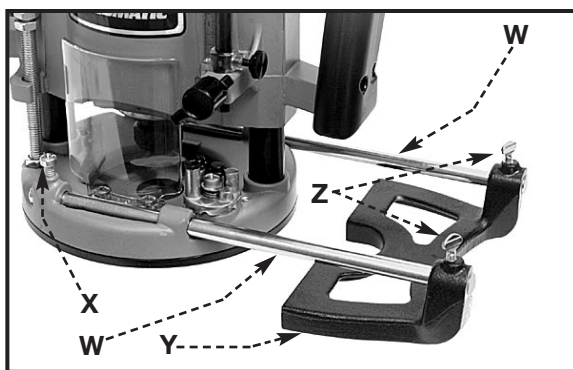

Fig. 14
Pour assembler, insérez l'extrémité rainurée des tiges de guidage (W), Fig. 14, dans les trous pratiqués dans la base et fixez à l'aide de deux vis (X). (REMARQUE : Ces vis doivent engager la rainure de la tige de guidage.) Faites glisser le guide (Y) Fig. 14 sur les tiges, et ajustez à la position désirée. Fixez à l'aide de deux vis à ailettes (Z).